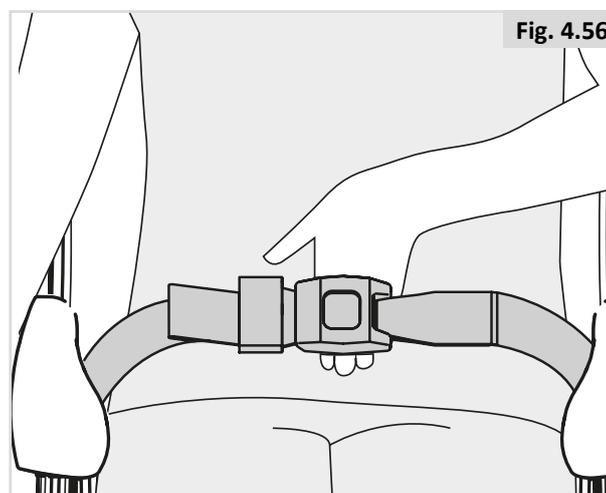

Fig. 4.56
- Ajuste o cinto pélvico, não deixando uma folga maior que a largura de uma mão para conforto e segurança (Fig. 4.56).